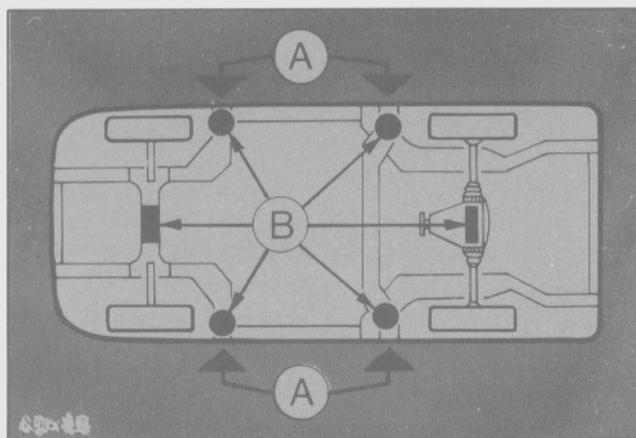

Fig. 33 Puntos de elevación del vehículo
- Ubicar el crিকে en la zona inferior del piso, colocando el brazo de apoyo del crিকে, en el orificio de elevación, hasta que haga tope (Fig. 33 y 34).